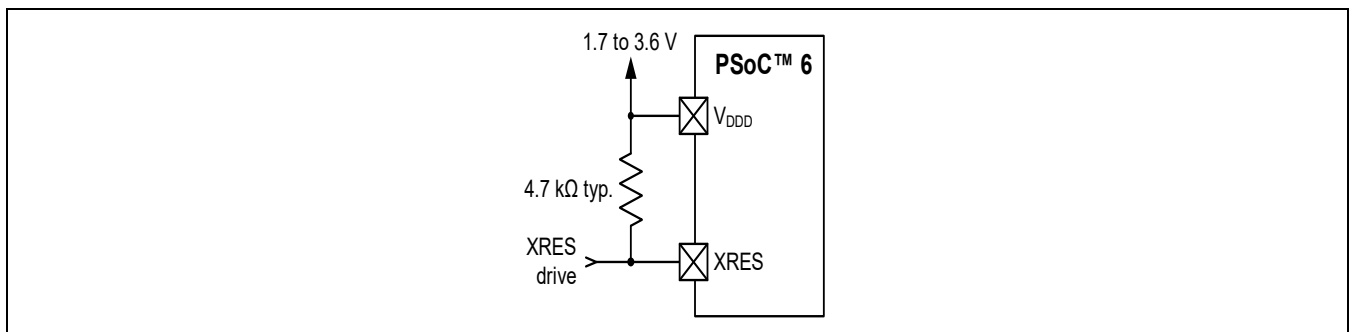

Figure 6 XRES 接続ダイアグラム
- 外部ソースを使用してデバイスをリセットする外部リセット専用ピン (XRES)。XRES ピンはアクティブ LOW です。Figure 6 に示すように、V_{DD} へのプルアップ抵抗またはアクティブドライブ回路のいずれかに接続できます。プルアップ抵抗を使用する場合は、その値を選択して、ピンが Low に引き下げられたときの電流引き込みを最小限に抑えます。4.7 kΩ ~ 100 kΩ が標準です。